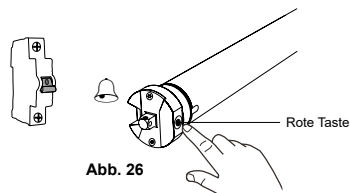

Abb. 26
- Innerhalb von **15 Sekunden** betätigen Sie einmal die **rote Taste** am Motor (**Abb. 26**), es ertönt einmal ein Piep Ton.